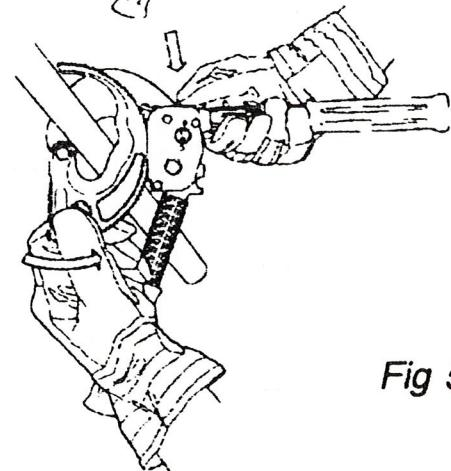

Fig 5.
3. Håll returspärren intryckt och stäng kabelsaxen så att skäret ligger an mot kabeln (fig 5).